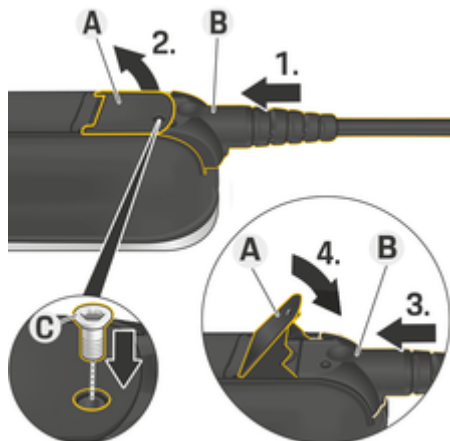

Fig. 38 Fixation des câbles et des fiches
✓ Le levier A (Fig. 38) est abaissé.
1. Insérez la fiche B (Fig. 38) dans le module de commande jusqu'au premier point de résistance.
2. Levez le levier A (Fig. 38).
3. Insérez entièrement la fiche B (Fig. 38).
4. Abaissez le levier A (Fig. 38).
5. Fixez la fiche B (Fig. 38) au module de commande à l'aide de la vis C (Fig. 38).